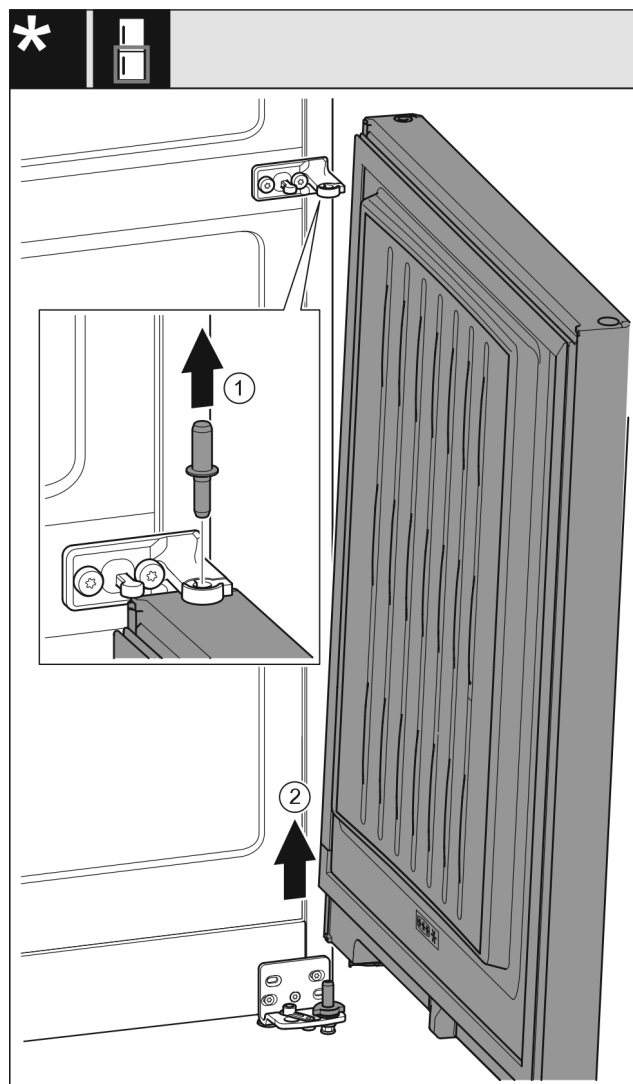

Fig. 31 Bez tlumiče zavírání\*
- ▶ Čep Fig. 31 (1) vytáhněte nahoru.\*
- ▶ Dveře Fig. 31 (2) kýváním vysadte a odložte stranou.\*